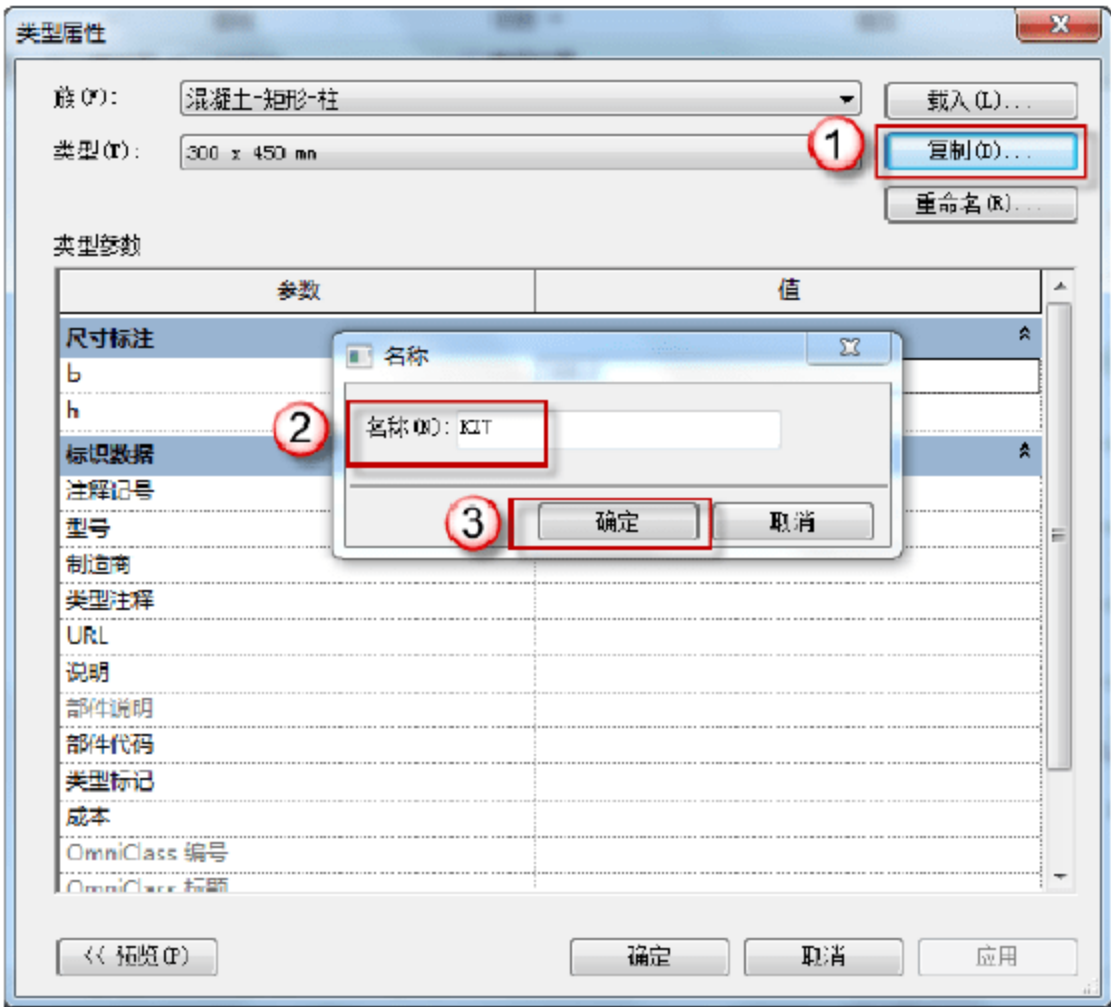
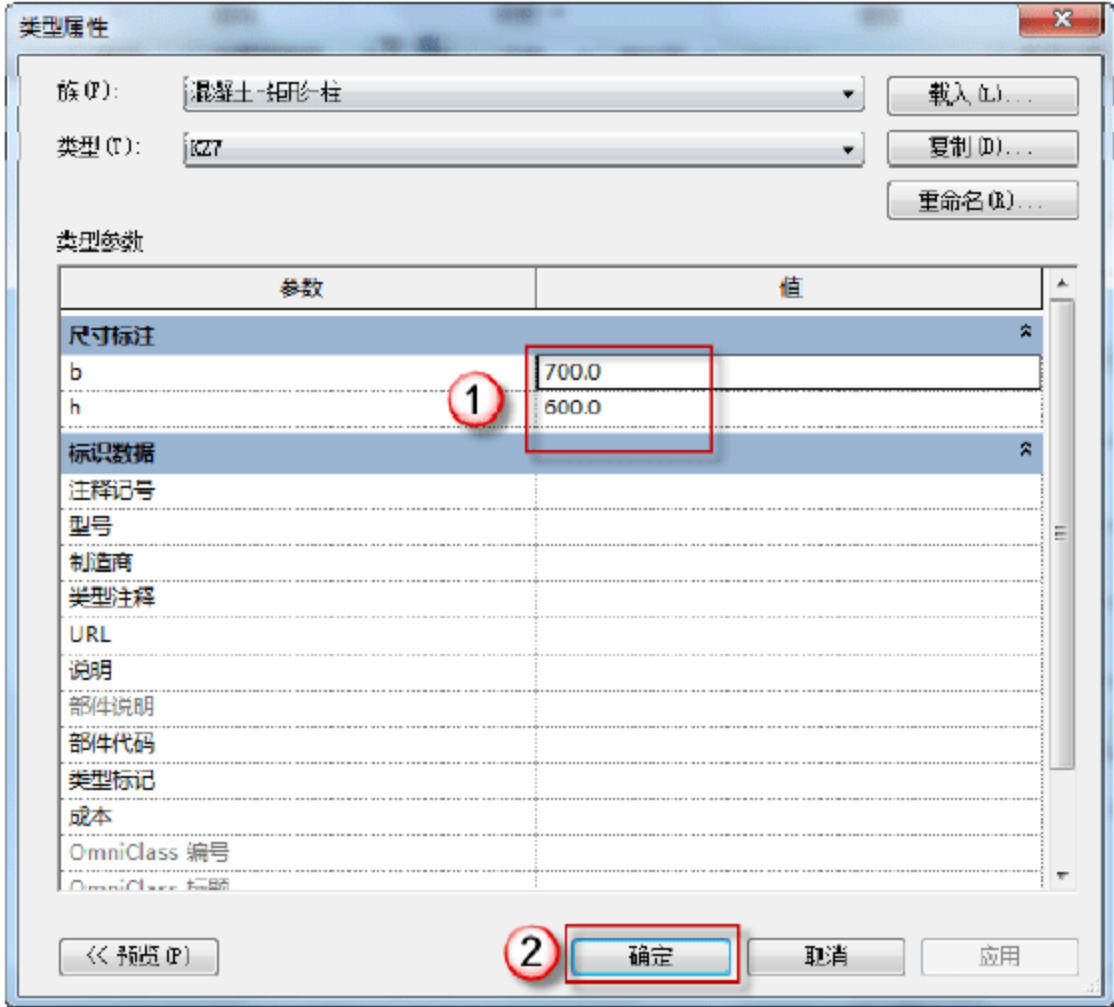

图 3.1.19 输入 KZ7 名称
图 3.1.20 输入 KZ7 截面尺寸
(11) 建立框架柱 KZ7 信息库。选择“结构”→“柱”→“编辑类型”命令，在弹出的“类型属性”对话框中，单击“复制”按钮，在弹出的对话框中输入 KZ7 字样，单击“确定”按钮。在“尺寸标注”栏中输入 b、h 的尺寸，单击“确定”按钮，如图 3.1.19 和图 3.1.20 所示。